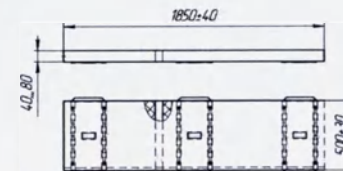

Рисунок 3. Носилки-матрац НМ-ММ
4.5. Носилки-матрац НМ-ММ (см. рисунок 3) изготовлены из пенополиуретана в чехле из материала тентового с поливинилхлоридным покрытием с 6-ю ручками из ленты для перекладки и переноски пациента. Допускается по запросу заказчика изготовление чехла носилки-матрац НМ-ММ из винилискожи обивочной без ручек.